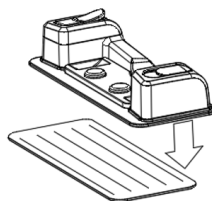

Fig. 7
3. Puneți textilul pentru mop (Fig. 7).